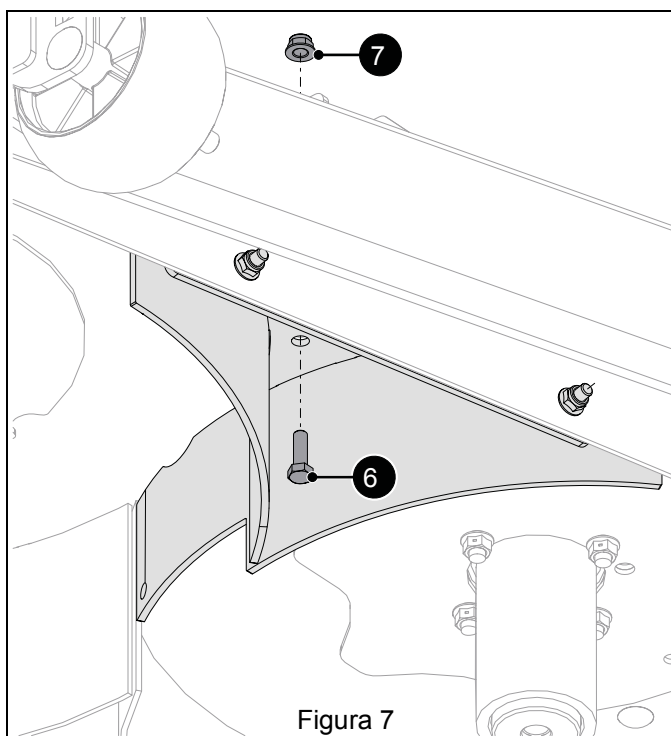

Figura 7
2. Fije la parte superior de cada deflector a la plataforma con un perno hexagonal de 5/16" x 1" (pieza 6) y una tuerca Nyloc de 5/16". Consulte la Figura 7